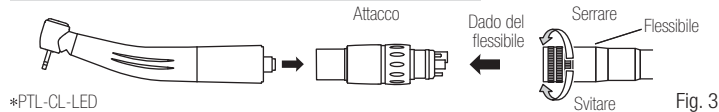

Fig. 3
- 1) Per il collegamento allineare ed inserire con attenzione ma saldamente il marcatore dell'attacco nei fori del flessibile; avvitare e serrare a fondo il dado (Fig. 3)
KCL-LED Per ridurre l'alimentazione dell'acqua, ruotare la ghiera di regolazione d'acqua all'indietro. (V. Fig.3 KCL-LED). (V Fig. 4 KCL-LED)